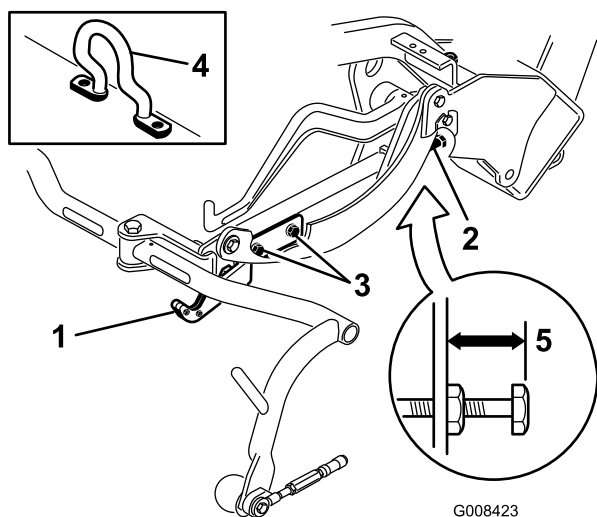
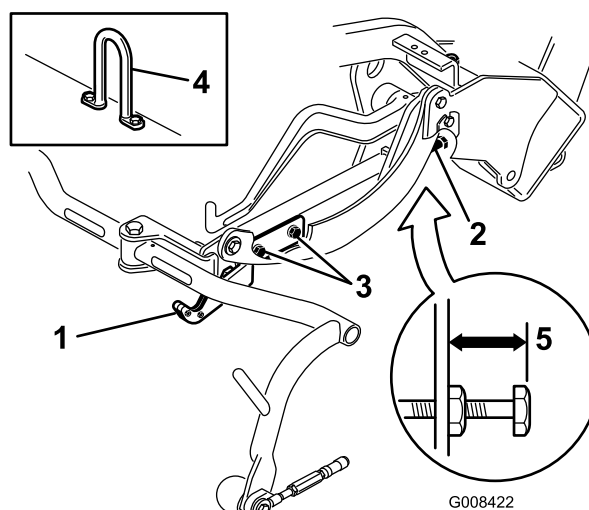
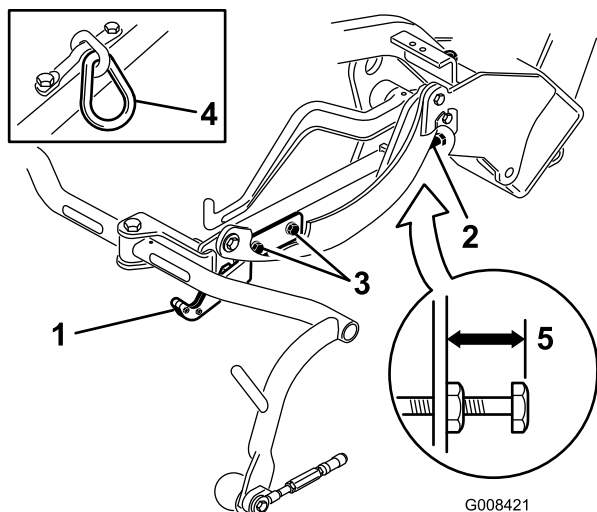

Bild 12
Bild 14
Bild 13
Prüfen Sie die Transporthöhe (Bild 13 und Bild 14) und stellen sie ggf. ein.
2. An Mähwerken, die einen Versatzhubhaken haben (Bild 12, Einsatz) müssen Sie darauf achten, dass der Abstand von der Oberkante der Einstellschraube am Trägerrahmen bis zur Rückseite des Trägerrahmens 25 mm beträgt. Sollte der Abstand nicht 25 mm sein, gehen Sie auf Schritt 4.
3. An Mähwerken, die ein Kettenglied oder einen geraden Hubhaken haben (Bild 13 und Bild 14, Einsätze) müssen Sie darauf achten, dass der Abstand von der Oberkante der Einstellschraube am Trägersrahmen bis zur Rückseite des Trägersrahmens 22 mm beträgt. Sollte der Abstand nicht 22 mm sein, gehen Sie auf Schritt 4. Wenn das Mähwerk mit einem Versatzhublenker (Bild 12) ausgestattet ist, gehen Sie auf den nächsten Schritt.
4. Lockern Sie die Befestigungsschrauben an der Transportplatte (Bild 13, Bild 14 und Bild 12).
7. Wenn die Trägersrahmen nicht dieselbe Höhe aufweisen, lösen Sie die Klemmmutter an der Einstellschraube des Trägersrahmens (Bild 12, Bild 13 und Bild 14). Drehen Sie die Schraube raus, um den Trägersrahmen anzuheben, oder drehen Sie die Schraube rein, um ihn abzusenken. Ziehen Sie die Klemmmutter fest, wenn Sie die richtige Höhe eingestellt haben.